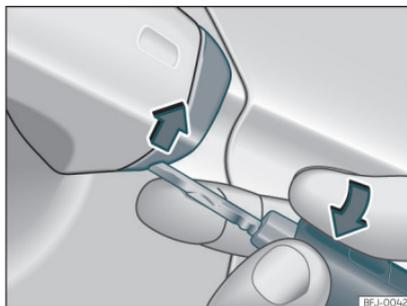

Fig. 79 Maniglia della porta del conducente: staccare il coperchietto facendo leva.
- Introdurre lo spadino della chiave nell'apertura inferiore del coperchietto posto sulla maniglia della porta del conducente » fig. 79 e sollevare il coperchietto dal basso verso l'alto.